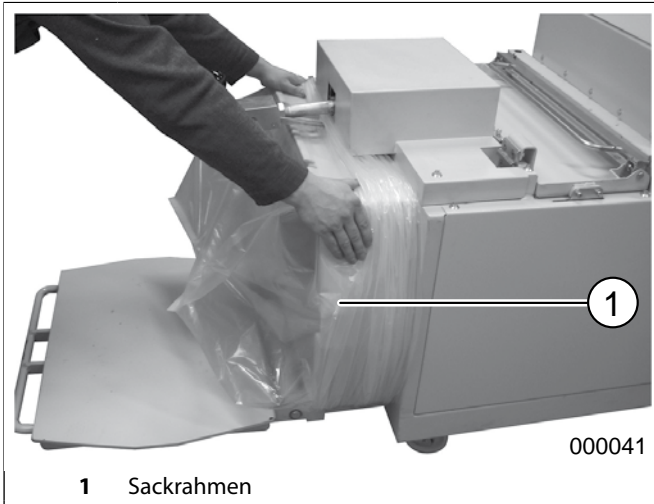

Abb. 19 Neuen Plastiksack aufziehen
Im Falle eines Abbindens des Ballens müssen vor dem Aufziehen des Sacks auf den Sackrahmen (Abb. 19) die Bänder, wie unter der Rubrik „Auslegen der Bänder für neuen Ballen“ beschrieben, im Pressraum bereits ausgelegt sein (entfällt im Falle „C“).
2. Den Rand des Sacks über den Sackrahmen spannen und den Sack nach und nach bis zum Ende auf den Rahmen schieben (Abb. 19).